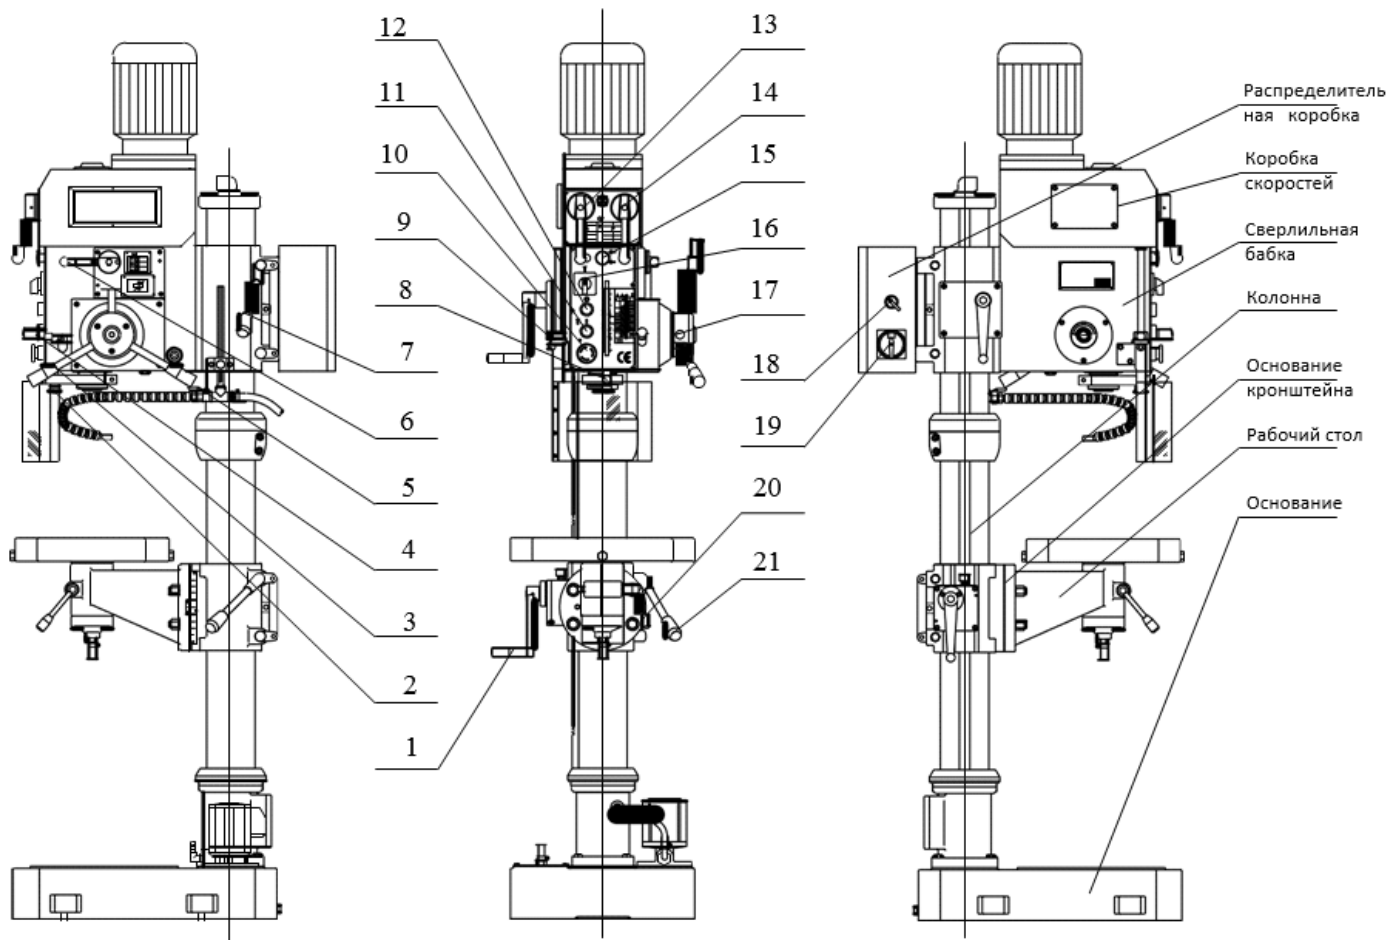

Рис.1
Для включения станка переведите главный выключатель (19, рис.1) в положение «ON». На панели управления головки станка зажжется индикатор сети.
Включите вращение шпинделя, нажав на кнопку (11, рис.1)
Пользуясь таблицей, расположенной на передней части сверлильной головки, выберите необходимую скорость и установите требуемые положения ручек (13, 14, 16, рис.1)
Ручная подача: На сверлильной бабке справа расположены три рычага подачи (3, рис.1) с двумя положениями. Переведите любой из трёх рычагов влево и опустите вниз. Шпиндель начнёт двигаться вниз, если рычаг поворачивать против часовой
Выберите нужную скорость автоподачи по табличным данным на передней части сверлильной головки, и установите ручки (13, 14, 16, б) в требуемое положение. Переведите рычаг подачи (3, рис.1) в правое положение, при этом рычаг (4, рис.1) автоматически поднимется вверх, включится автоподача. Для остановки подачи нажмите рычаг (4, рис.1) до появления звука щелчка, после этого ручки (3, рис.1) автоматически вернутся в левое боковое положение, и подача шпинделя остановится.
Для серийного производства необходимо задать глубину сверления. Для этого существует шкала спереди сверлильной бабки. Ослабьте винт с накаткой (8, рис.1) поворотом рукоятки (2, рис.1), перемещением шкалы задайте нужную глубину, затяните винт (8). Теперь глубина сверления задана.
Поверните рычаг подачи (3) и приблизьте метчик к заготовке. (Рычаг должен быть в левом положении ручной подачи. Нажмите на блокиратор автоподачи (17, рис.1) для предотвращения ее случайного включения. Необходимо приложить некоторое усилие (в зависимости от размера резьбы) для входа метчика в отверстие. При достижении необходимой глубины нарезания резьбы шпиндель поверните ручку (16) против часовой стрелки для выхода метчика.
Остановить станок можно, нажав на кнопку (12, рис.1). Если требуется аварийная остановка при работе, нажмите кнопку аварийной остановки (10, рис.1), что приведёт к отключению станка.
Станок оснащён устройством быстрой смены режущего инструмента, управляемым рукояткой (15, рис.1). Надавите рукоятку (15) в направлении сверлильной бабки, если требуется установка режущего инструмента. При снятии инструмента надо немного выкатить пиноль, вытянуть рукоятку (15), и, придерживая режущий инструмент левой рукой, поднимите пиноль, инструмент выпадет вниз.